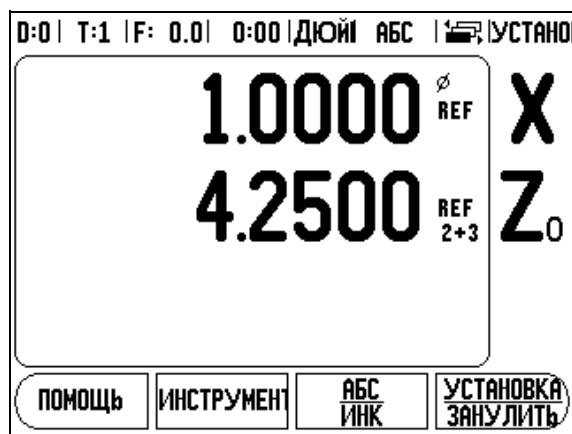

рис. II.4 Сопряжение осей Z
- ▶ Нажать цифровую клавишу, сопряженную с входом датчика на задней панели DRO 200S. С помощью Softkeys **+** или **-** сопрягаться первый вход со вторым. Номера входов датчиков появляются слева от обозначения оси и показывают, что эта позиция является суммой сопряженных путей перемещения (нпр. '2 + 3'). Смотри рис. II.4.
Нажать и держать нажатой клавишу Z0 ок. 2 секунд, если хотите сопрягать ось Z0 с осью Z и индицировать сумму путей перемещения в индикации оси Z0. Сумма путей перемещения обеих осей Z указывается тогда в индикации оси Z0 а индикация оси Z гаснет. Смотри рис. II.4.